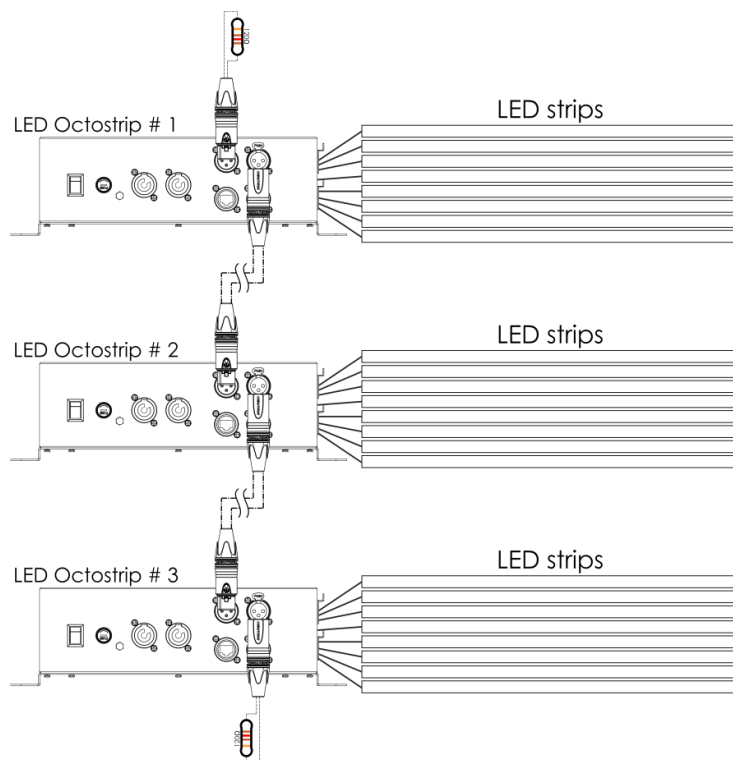

Fig. 04
- 03) Collegare le unità come indicato nella Fig. 04. Collegare la presa DMX "out" della prima unità alla presa DMX "in" della seconda unità, servendosi di un cavo di segnale DMX. Ripetere questo processo fino a collegare la seconda, la terza e la quarta unità.